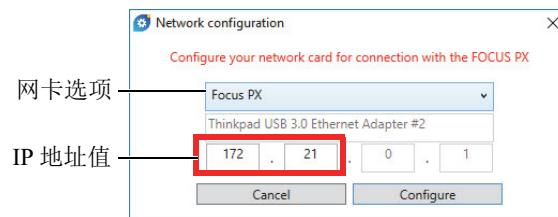

图 5-3 选择要配置的网卡
- 在 Network Configuration (网络配置) 对话框中, 选择用于 FOCUS PX 通讯的网卡 (参见第 24 页的图 5-3)。